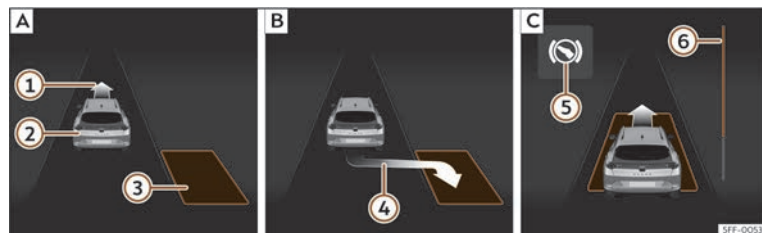
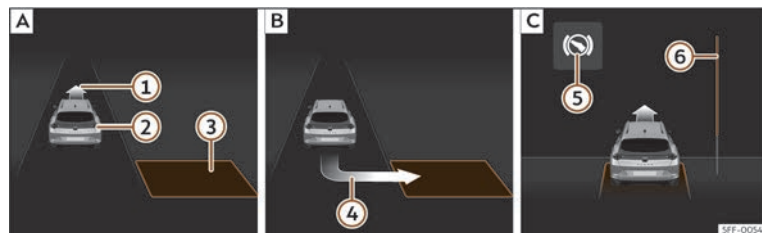

Fig. 192 A la pantalla del quadre d'instruments: aparcar en línia. **[A]** Cercar un espai per aparcar. **[B]** Posició per aparcar. **[C]** Maniobrar.
Fig. 193 A la pantalla del quadre d'instruments: aparcar en bateria. **[A]** Cercar un espai per aparcar. **[B]** Posició per aparcar. **[C]** Maniobrar.
- Mireu la visualització de la pantalla del quadre d'instruments si s'ha detectat l'espai en qüestió com a "apropiat" i si s'ha arribat a la posició correcta per aparcar-hi» **fig. 192** **B** o»» **fig. 193** **B**. L'espai es considera "apropiat" si a la pantalla del quadre d'instruments hi apareix la indicació d'aparcar **(4)**.
- Retrocediu fins que soni el senyal continu del ParkPilot; **O BÉ:** retrocediu fins que a la pantalla del quadre d'instruments aparegui la indicació de fer marxa endavant»» **fig. 192**
C o»» **fig. 193** **C**; **O BÉ:** retrocediu fins que a la pantalla del quadre d'instruments aparegui el missatge **Park Assist finalizado**. La barra de progrés **(6)** indica la distància que cal recórrer»» pàg. 292.
- Feu marxa endavant fins que soni el senyal continu del ParkPilot; **O BÉ:** feu marxa endavant fins que a la pantalla del quadre d'instruments aparegui la indicació de fer marxa enrere. El sistema d'aparcament assistit dirigeix el vehicle marxa endavant i marxa enrere fins a centrar-lo en l'espai buit»» **fig. 192** **C** o»» **fig. 193** **C**.
La barra de progrés»» **fig. 192** **(6)** i»» **fig. 193** **(6)** mostra simbòlicament a la pantalla del quadre d'instruments la distància relativa que queda encara per recórrer. Com més